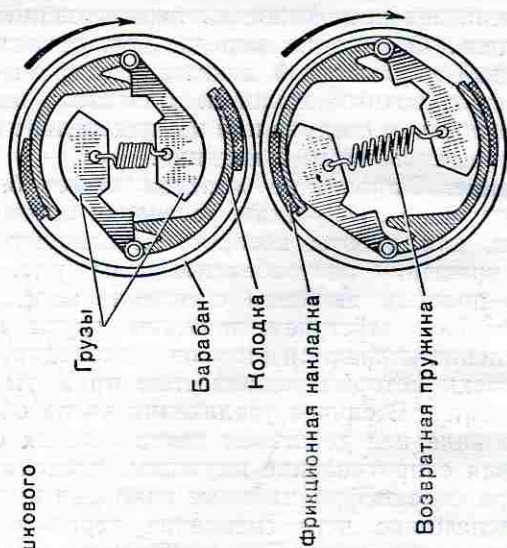

Рис. 93. Сцепления мопедов
**Сцепление.** Управление мопедом может быть значительно упрощено в результате установки автоматического сцепления, для работы которого используют возникающие при вращении центробежные силы (рис. 93).